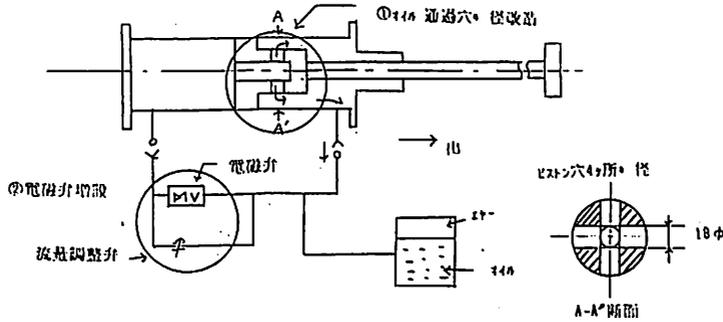

図9 61クッションシリンダー
枠が枠送りプッシャーとクッションシリンダーに挟まれて移行するわけであるが、枠に与えるショックを防止するクッションシリンダーのクッション効果を低下させることなく送りスピードを早めるため、図9の①のように作動油が排出するピストンのオイル通過穴の径をφ18から
これまでは、図9のように調整弁1個で定速作動していた。そこでシリンダー（出）時間を早めるため、図9の②のように調整弁と並列に電磁弁を増設し、オイルの供給量を増すことで棒当たり時点まで高速作動させることができ、シリンダー（出）時間が1秒短縮された。
(12) 既設ライン工程—その4